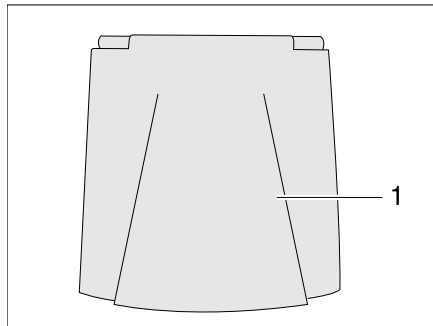

Bild 33 Außenklappe 230-V-Anschluss
- Außenklappe (Bild 33,1) nach oben schwenken.
- Außenklappe (Bild 33,1) nach unten schwenken und zudrücken.